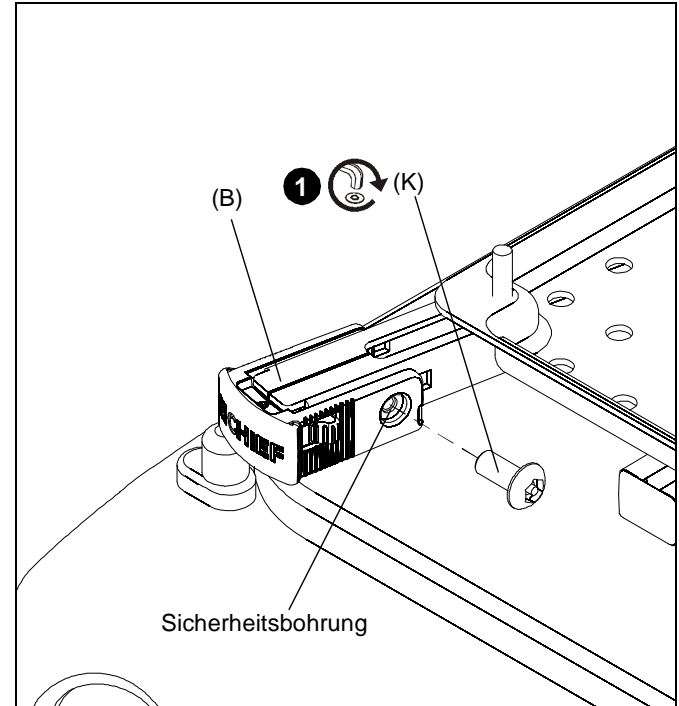

Abb. 9
1. Montieren Sie Nr. 8-32 x 3/8"-Halbrundkopf-Sicherheitsschrauben (K) in die Sicherheitsbohrungen der SLBU/SLMU-Beine. (See Figure 9)